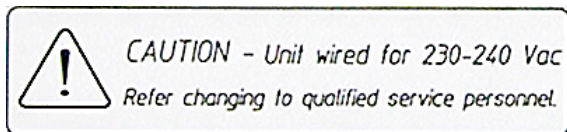

图 3
- 检查仪器背面的电压标签 (图 3)，确保为交付的仪器设置正确的电压范围。